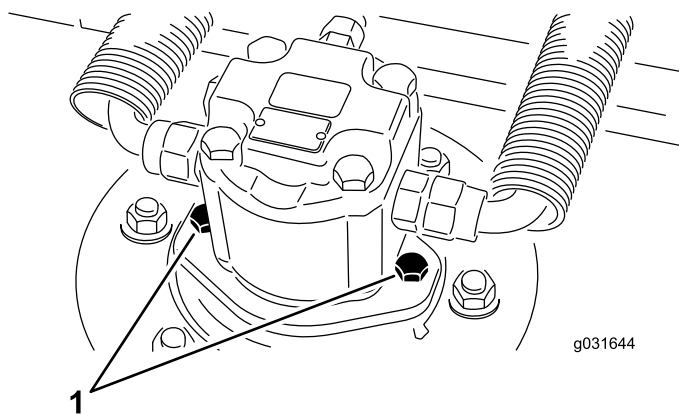

Figure 68
2. Retirez les vis du moteur hydraulique, puis débranchez et déposez le moteur hydraulique du plateau de coupe (Figure 68).
4. À l'aide des vis de fixation du moteur hydraulique, reposez le moteur hydraulique sur le plateau de coupe (Figure 68).